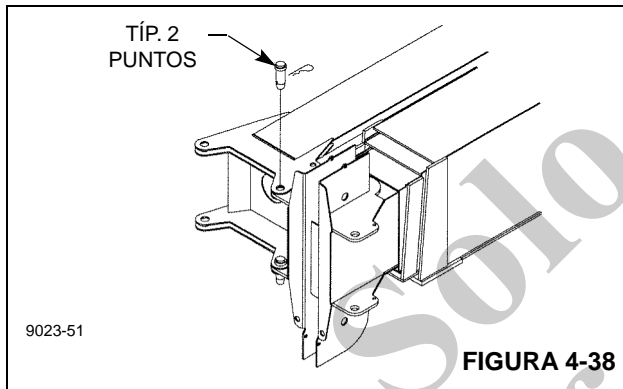

FIGURA 4-38
4. Utilice una eslinga para elevar el conjunto del plumín, alinéelo y fíjelo con pasador a la cabeza de poleas de la pluma (Figura 4-38).